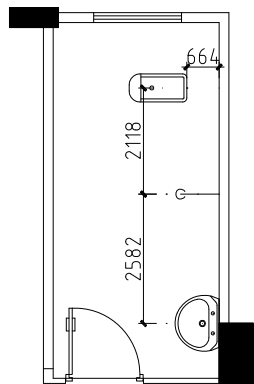

图 13-94 调入蹲便器、沐浴喷头图块
④ 重复操作，继续将蹲便器以及淋浴喷头调入平面图中，结果如图 13-94 所示。